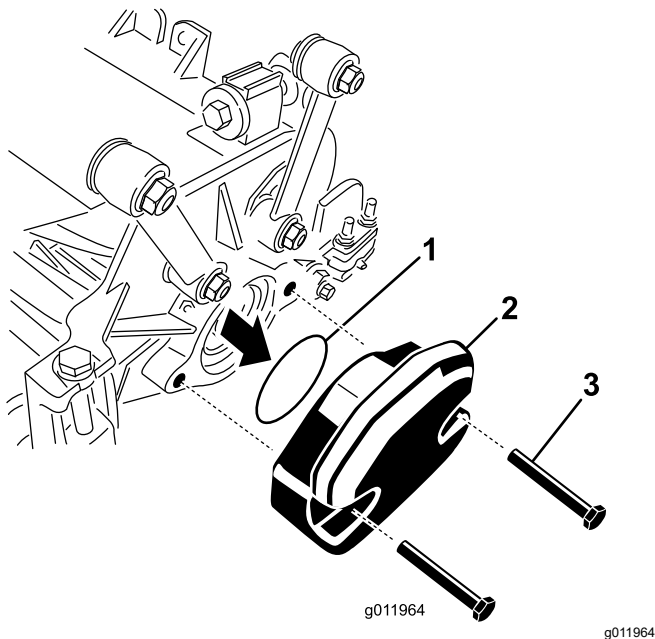

Bild 24
2. Nehmen Sie den Ballast und den O-Ring (Bild 24) vom inneren Ende des rechten Mähwerks ab.